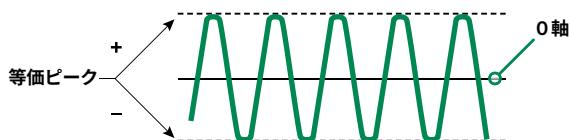
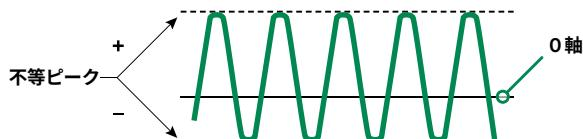

図 17 – 対称電流
図 18 – 非対称電流
**対称電流** – 0 軸上下での AC 波の対称性を表す「対称電流」と「非対称電流」。0 軸上下のピーク電流値が等しいとき、電流が対称と言えます。図 17 (次のページ) をご参照ください。図 18 のようにピーク電流が等しくない場合、非対称電流と見なされます。故障が発生した際の非対称性の程度は、力率 (X/R) 变化と故障発生時の電圧波上の点で決まります。力率の定義をご参考ください。一般に、短絡力率が低ければ非対称性が高くなります。